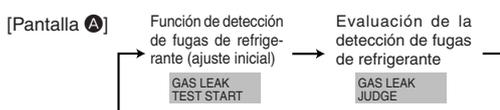

Fig. 8-2
- ② Pulse el botón [CLOCK] y seleccione [GAS LEAK TEST START] (INICIO DE PRUEBA DE FUGAS DE GAS). (Fig. 8-2)